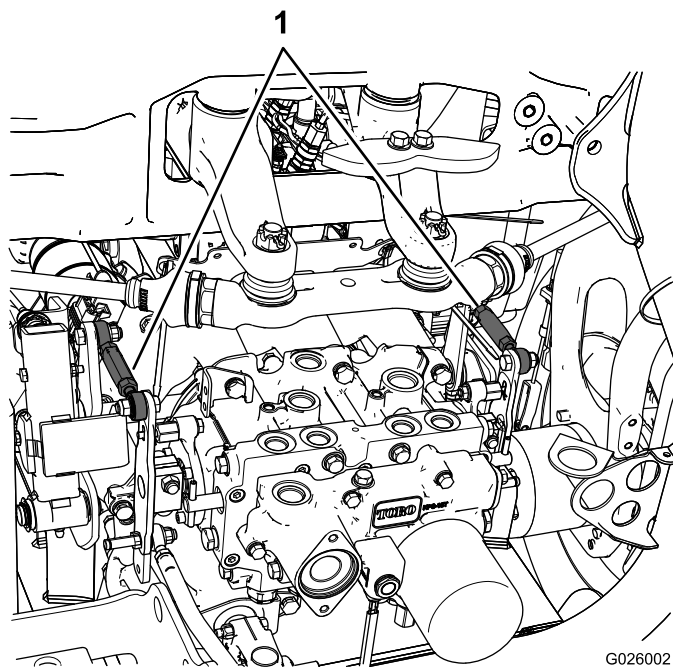

Figura 47
- Se la ruota posteriore sinistra gira, allentate i controdadi sull'asta di comando della trasmissione sinistra (Figura 47).